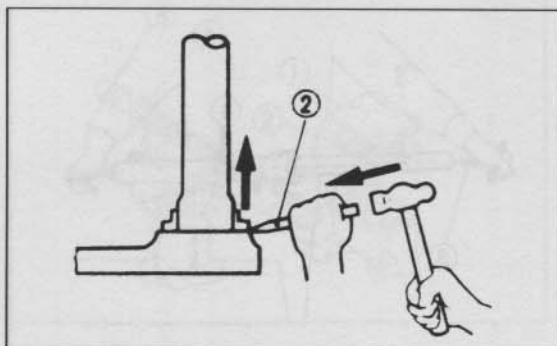

Bild 187
- ⚠ Räder auf Zentrierständer lagern, Seiten- und Höhenschlag mit Messuhr prüfen (Verschleissgrenze jeweils 2,0 mm; Bild 187). Unrund laufende Räder richten lassen.